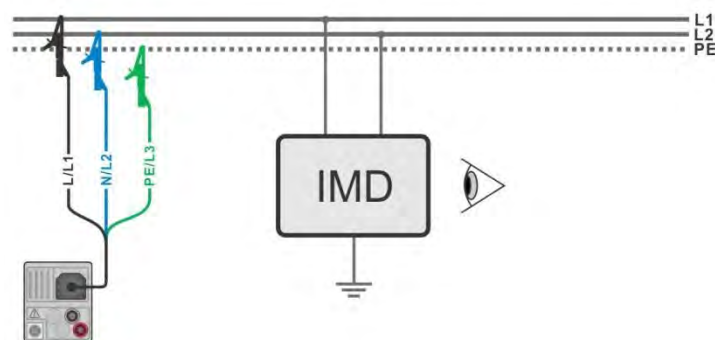

Abbildung 7.72: Anschluss mit 3-Leiter-Messleitung
- Schließen Sie die Prüfleitungen am Prüfling an, siehe **Abbildung 7.72**.